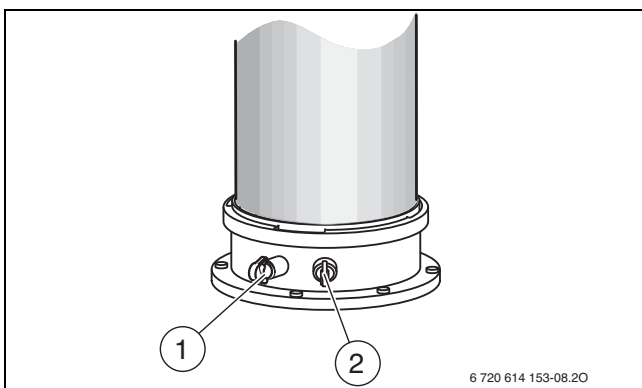

Fig. 41 Pieza de conexión para la medición de los gases de escape y pieza de conexión para la medición del aire de combustión
- ▶ Retirar tapones de los soportes de medición de gases de escape [1] (→ fig. 41).